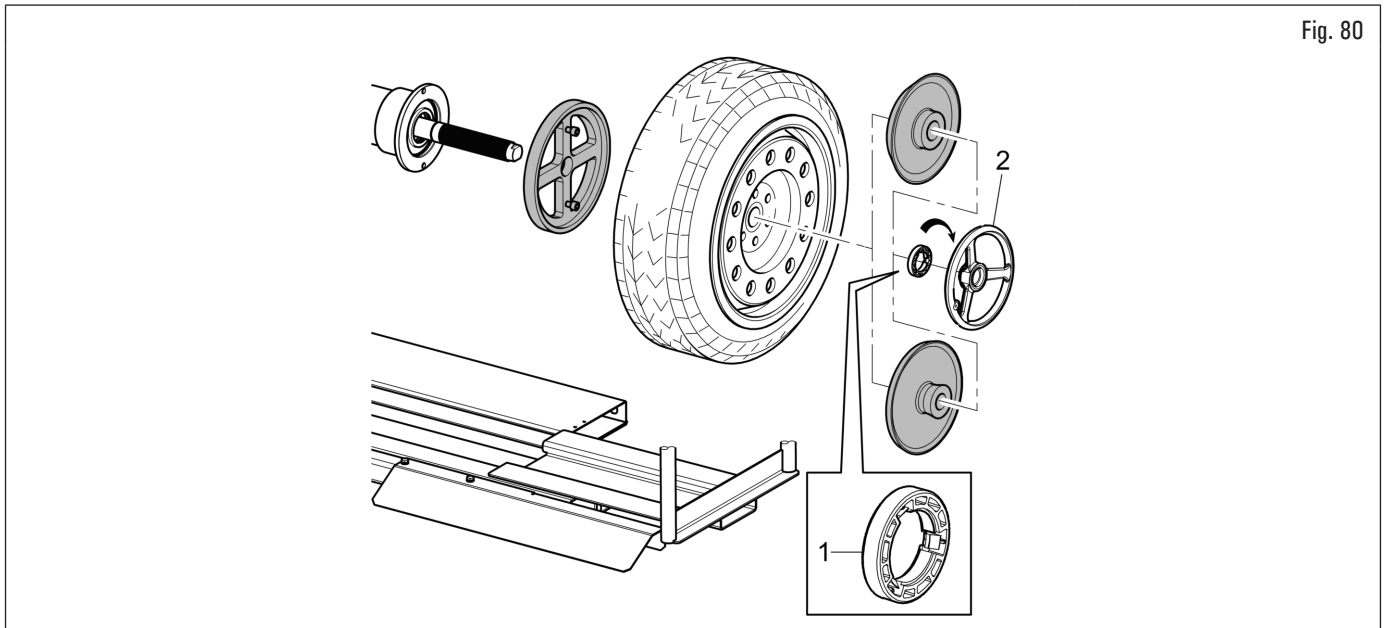

Fig. 80
Prestar especial atención a la secuencia de montaje de los accesorios de bloqueo, como se muestra en la Fig. 80.
El anillo prensador (Fig. 80 ref. 1) debe ser montado con el lado de los dientes, o las descargas, dirigido hacia la virola (Fig. 80 ref. 2).